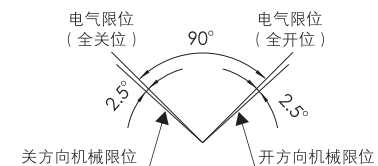

图9
- ③用同样的方法进行左侧全开位机械限位的调整。
- 特别提示:调试完毕后,执行机构的电气限位位置和机械限位位置必须满足(图9)要求。如果机械限位超前或重合于电气限位,将会造成执行机构电机堵转,发热甚至导致电机烧毁。